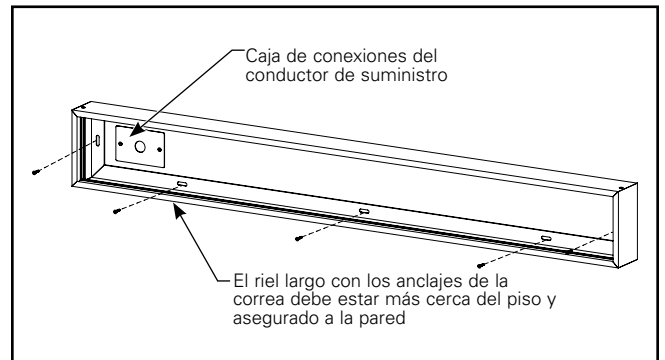

Figura 13.
Nota 1: El riel largo con los anclajes de la correa instalados debe estar más cerca del piso. (Figura 13.)
Nota 2: Se recomienda montar la caja de modo que la caja de conexiones del conductor de suministro esté ubicada en un extremo de la caja. Esto asegurará que haya suficiente espacio libre dentro de la caja para un exceso de conducto de metal flexible. (Figura 13.)
- B3. Fije la caja a la pared utilizando los hardware apropiados (no incluidos) para asegurar ambos rieles cortos y el riel largo inferior con los anclajes de la correa instalados en la superficie. Asegúrese de que la caja permanezca cuadrada durante el montaje. El espacio de las ranuras de montaje es de 16 pulgadas de centro a centro. (Figura 13.)